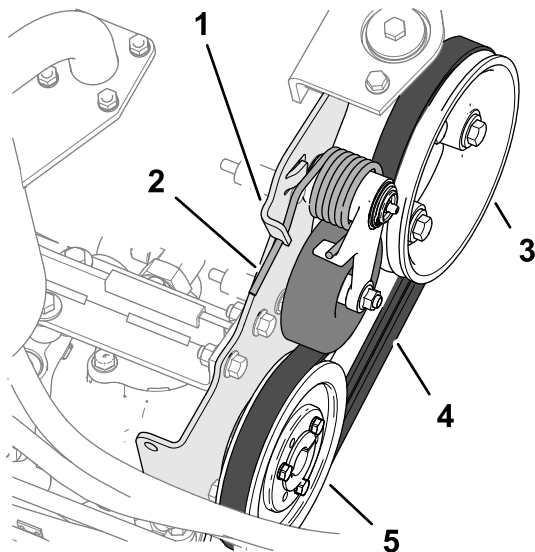

Bild 84
2. Drücken Sie das Ende der Riemenspannfeder nach unten und aus der Kerbe in der Lasche der Pumpenhalterung heraus, und schieben Sie das Federende nach vorne (Bild 84).